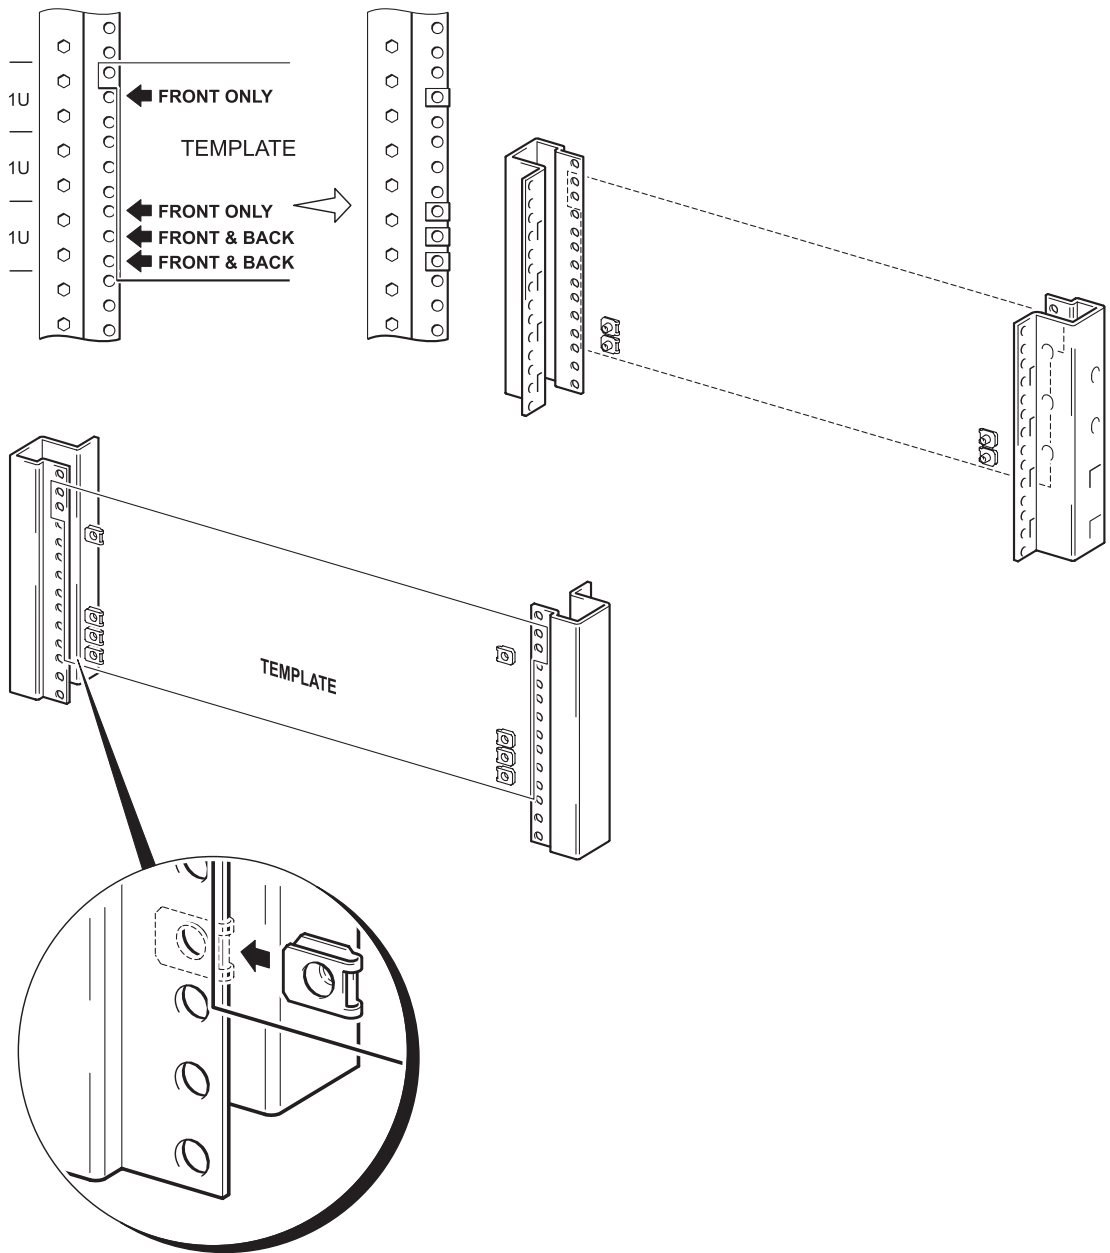

Abb. 2a: Anbringen von M5 Klemmmuttern (bei rundem Öffnungen)
- 3 Bringen Sie die ersten acht Klemmmuttern (wie in Abb. 2a dargestellt) an den Positionen an, die durch die schwarzen Pfeile mit den Beschriftungen "FRONT ONLY" (NUR VORNE) oder "FRONT & BACK" (VORNE & HINTEN) an der Schablone markiert sind (vier Klemmen auf jeder Seite). Schieben Sie dazu die jeweilige Klemmmutter bis zum Einrasten in die Öffnung in der Rack-Säule.